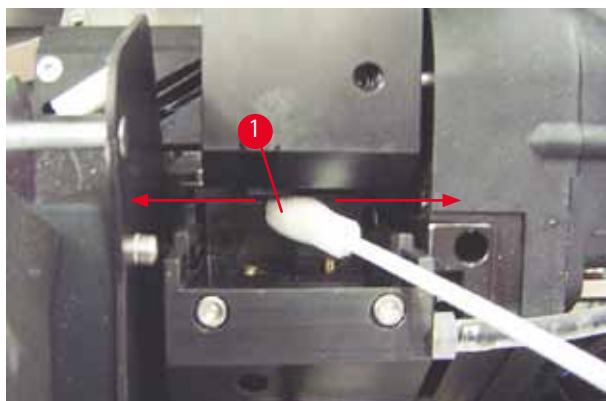

Рис. 51
5. Осторожно вставьте палочку в зазор под печатающей головкой (→ "Рис. 51") и легким нажатием вверх (на печатающую головку) переместите из одной стороны в другую (ок. 10 раз). Отложения засохших чернил отделяются и удаляются.